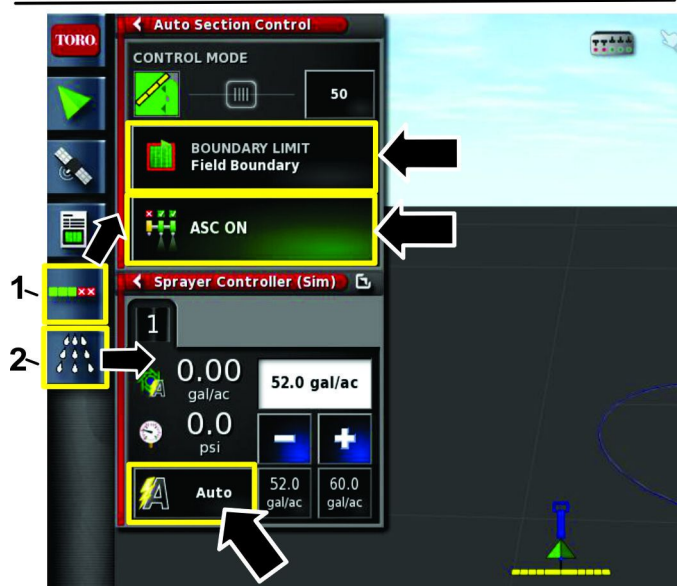

Рисунок 111
1. Нажмите на значок НАСТРОЙКИ АВТОМАТИЧЕСКОГО УПРАВЛЕНИЯ СЕКЦИЯМИ (значок ASC) и значок КОНТРОЛЛЕРА ОПРЫСКИВАТЕЛЯ, чтобы открыть эти экраны на дисплее (Рисунок 111).
2. Нажмите на значок ASC, чтобы установить его в положение Вкл., выберите предел границ, установив его в положение «ГРАНИЦА ПОЛЯ», и установите управление нормой внесения в положение АУТО (АВТОМАТИЧЕСКИЙ РЕЖИМ) (Рисунок 111).